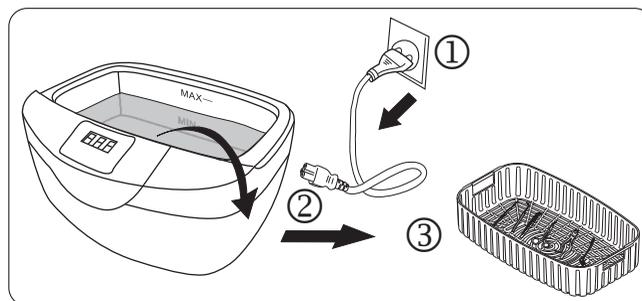

Fig. 16
- 8▶ Ao término do ciclo o display exibirá 000 e o processo de cavitação terminará automaticamente. Desconecte o equipamento da tomada e abra a tampa (Fig. 16).